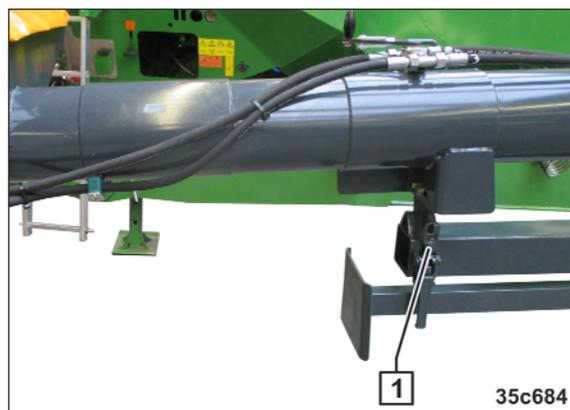

Рис. 216
3. Откройте фиксатор (Рис. 216/1).
16. Поверните загрузочный шнек в положение над рамой и зафиксируйте его (см. Рис. 216/1).